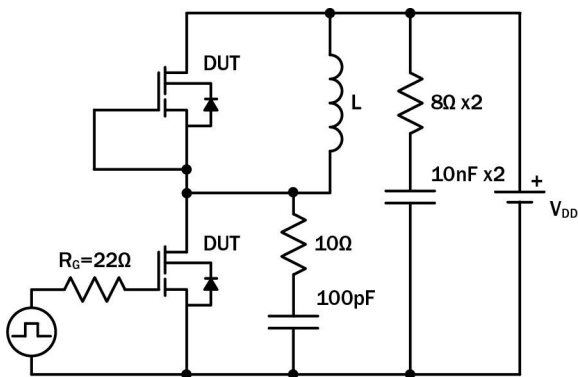
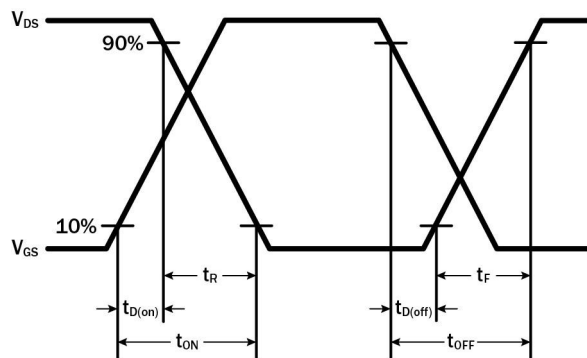

图 14. 开关时间测试电路
图 15. 开关时间波形
- 动态导通电阻:有关测试电路和条件, 请参见图 14 和图 15